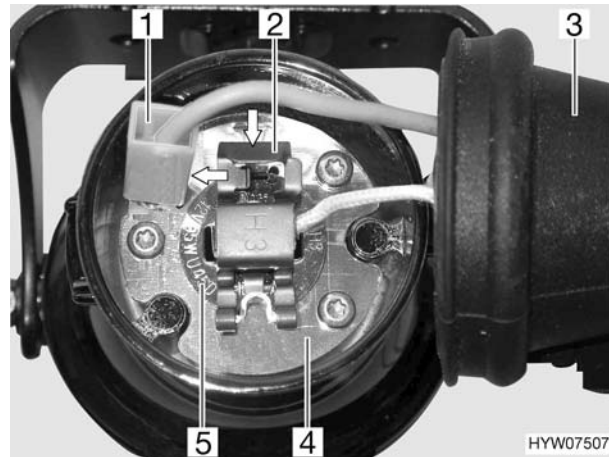

Bild 169 Nebelscheinwerfer
- Hinter den Nebelscheinwerfer greifen und Gummikappe (Bild 169,3) vom Lampengehäuse (Bild 169,4) ziehen.
- Minuskabel (Bild 169,1) vom Lampengehäuse ziehen.
- Halteklammer (Bild 169,2) zum Aushängen drücken und zur Seite schieben.
- Glühlampe (Bild 169,5) mit Kabel dem Lampengehäuse entnehmen.